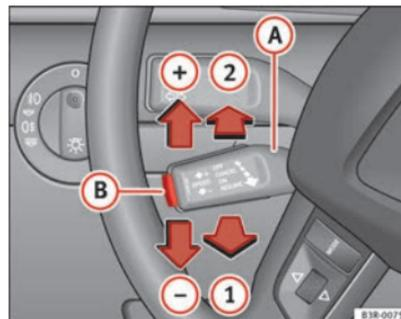

Fig. 144 Mandos del regulador de velocidad
- Tire de la palanca **A** hacia la posición  $\Rightarrow$  fig. 144 **1** para activar el sistema.
- Desplace la palanca **A** hacia arriba, en dirección a ⇒ fig. 144 **+**.
- Desplace la palanca **A** hacia abajo, en dirección a ⇒ fig. 144 **-**.
- Cada vez que pulse brevemente la palanca **A** hacia arriba, en dirección a ⇒ fig. 144 **+**, la velocidad programada aumentará en unos 2 km/h.
- Cada vez que pulse brevemente la palanca **A** hacia abajo, en dirección ⇒ fig. 144 **-**, la velocidad programada disminuirá en unos 2 km/h.
⇒ fig. 144 **B** (SET).
- Desplace la palanca **A** ⇒ fig. 144 a la posición **2** (encastrada).